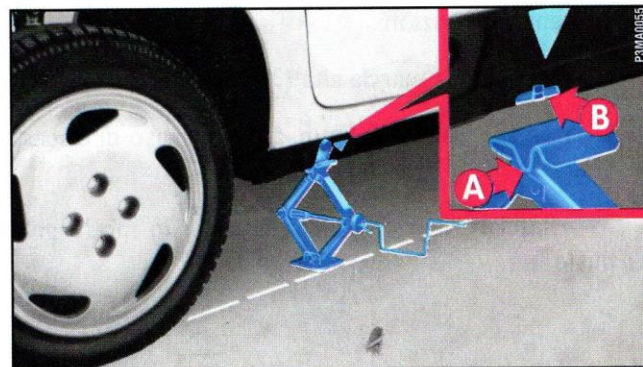

fig. 3
- 3) Sistemare il cric in corrispondenza del simbolo ▼-fig. 3 vicino alla ruota da sostituire.